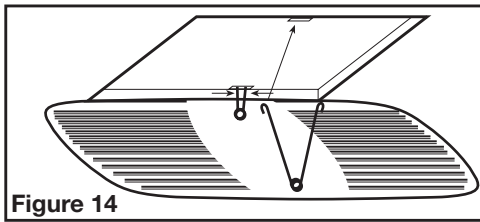

Figure 14
4. Install the grill by squeezing the two ends of the springs together and installing them up into the slots on the fan's housing. Push the grill up into position (**Figure 14**).
4. Installer la grille en pressant ensemble les deux extrémités des ressorts et en les installant dans les fentes du châssis du ventilateur. Pousser la grille en position (**Figure 14**).